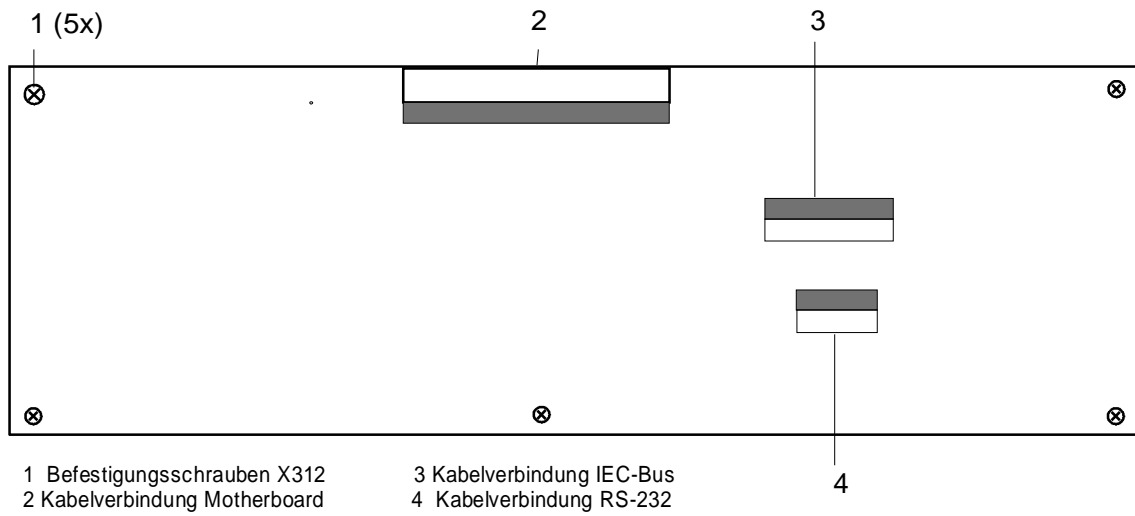

Bild 4-1 Abschirmdeckel von Steuerrechner und Frontplattenmodul
Der Abschirmdeckel (siehe Bild 4-1) des Steuerrechners und der Frontplattenmodule ist jetzt frei zugänglich.
- Kabelverbindung zum IEC-Bus (Bild 4-1, Pos. 3) und zur RS-232-Schnittstelle (Bild 4-1, Pos. 4) abziehen. Die Verbindung zum Motherboard (Bild 4-1, Pos. 2) kann gesteckt bleiben.
- Abdeckung abschrauben (6 Schrauben (Bild 4-1, Pos. 1)) und abheben.